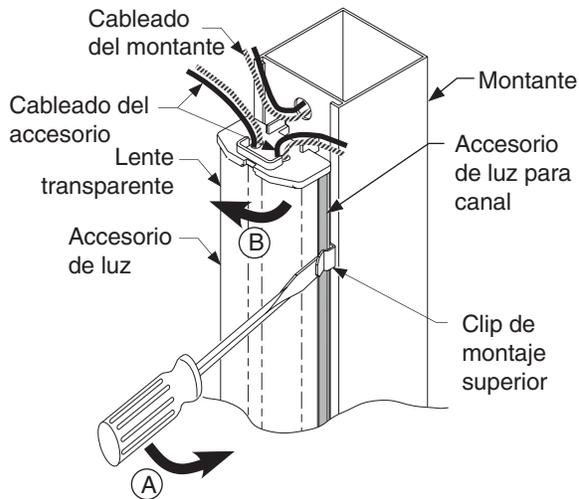

Figura 1. Retire el accesorio de LED
- A. Consulte la Figura 1 abajo. Con la mano inserte un destornillador plano entre el accesorio de la luz del canal y el clip de montaje.